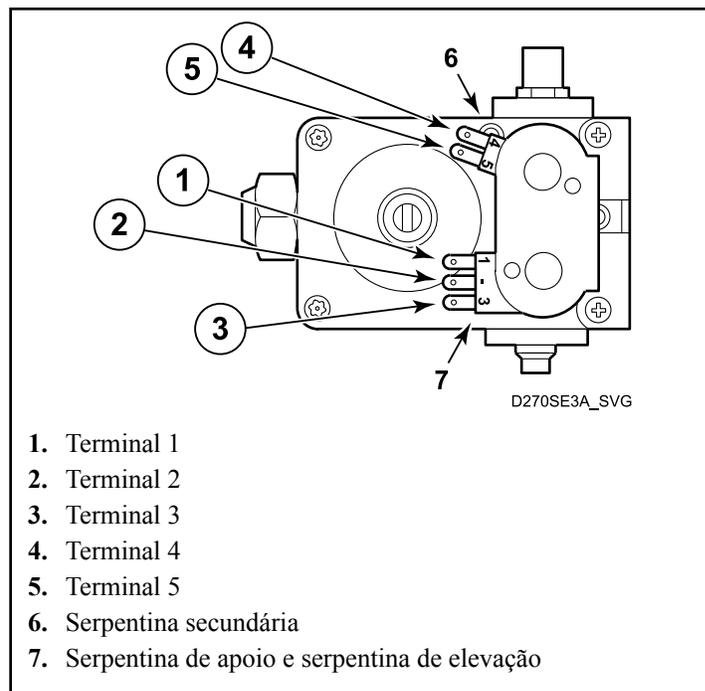

Figura 13
4. Remova o bloco de desconexão do chicote de fiação da válvula da serpentina de apoio e da serpentina de elevação. Consulte a *Figura 13*.
5. Configure o medidor de teste para ler ohms e coloque as sondas do medidor nos terminais mostrados na *Figura 13* e na tabela a seguir.